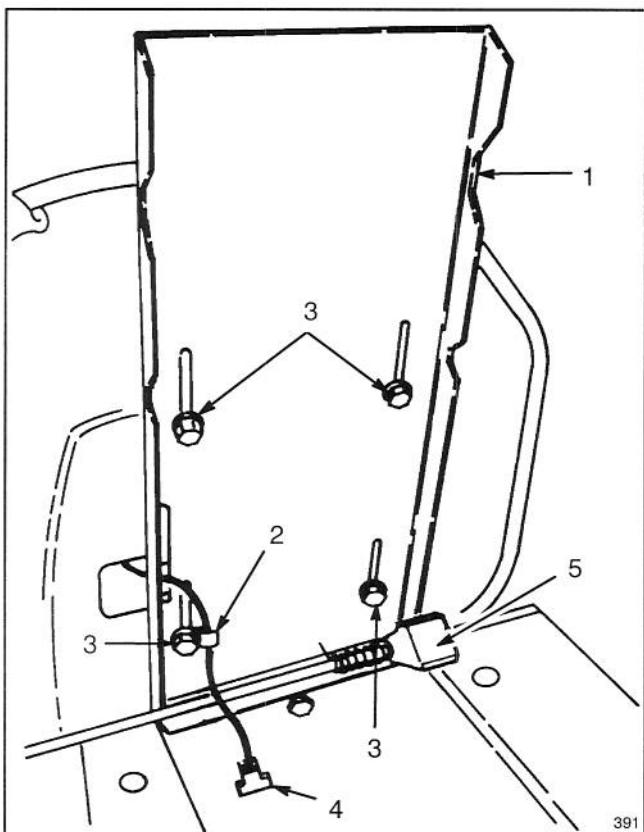

Abbildung 1
1. Den Sitz auf die Basis setzen, das Sitzschalterkabel durch den Schlitz stecken und die Montageöffnungen ausrichten (Abb. 1).
2. Die Drahtklemme über den Sitzschalterdraht schieben (Abb. 1).
3. Unter Verwendung des linken vorderen Montageschlitzes in der Sitzbasis die Drahtklemme lose befestigen und den Sitz mit einer Kopfschraube und Sicherungsscheibe an der Sitzbasis befestigen (Abb. 1).
1. Den Sitz hochkippen, um die Batterie freizulegen. Eine Sitzstrebenviergelung an der Sitzunterseite verhindert, daß der Sitz bei der Arbeit mit der Batterie zurückfallen kann (Abb. 1).